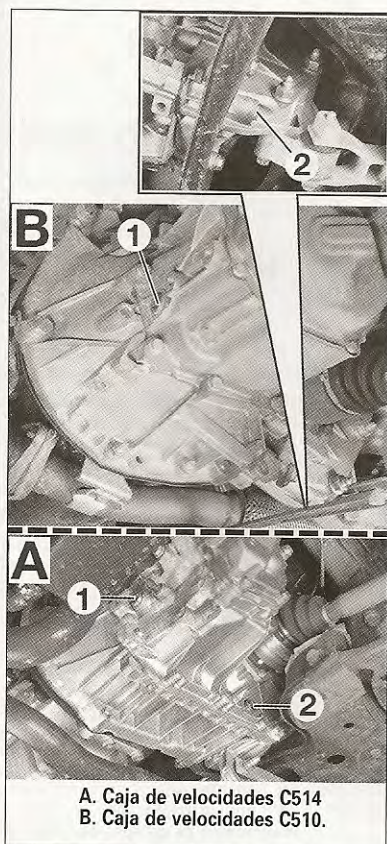

fig. 15
- Desatornillar el tapón (1) de llenado y de control del nivel (fig. 15).
- Desmontar el tapón (2) y recuperar el aceite usado.
- Desmontar el tapón (1) de llenado y de control del nivel si no se ha hecho (fig. 15).